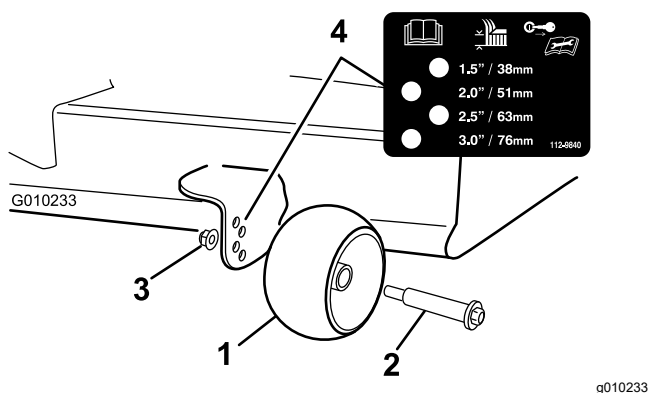

Figura 30
3. Regolate i fori antistrappo (Figura 30) per adattarli alla posizione di altezza di taglio più vicina.